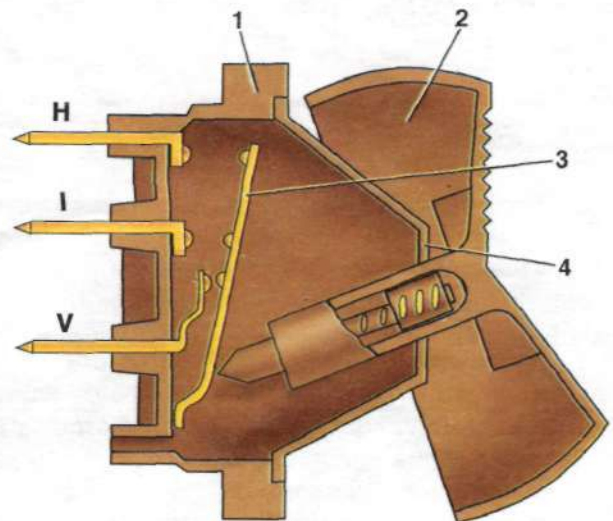

Рис.48. Выключатель BK343 наружного освещения. 1. Основание неподвижного контакта. 2. Клавиша. 3. Подвижная контактная пластина. 4. Корпус выключателя.
**Выключатель BK343 наружного освещения** (рис.48) клавишного типа, имеет два фиксируемых положения, управляется клавишей.